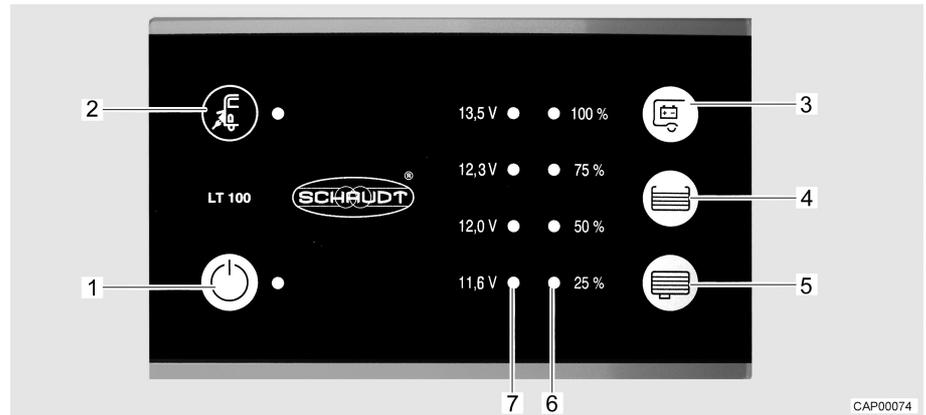

Bild 40 Panel (LT 100)
Die gelbe LED beim Symbol Netzanschluss  (Bild 40,2) leuchtet, wenn das Fahrzeug an eine externe Netzversorgung angeschlossen ist. Die LED leuchtet dann auch bei ausgeschaltetem Panel.
Der 12-V-Hauptschalter (Bild 40,1) schaltet das Panel und die 12-V-Versorgung des Wohnraums ein und aus.
- Schalter "⏻" (Bild 40,1) drücken: Die 12-V-Versorgung des Wohnraums ist eingeschaltet. Die LED leuchtet grün.
- Schalter "⏻" (Bild 40,1) erneut drücken: Die 12-V-Versorgung des Wohnraums ist ausgeschaltet. Die LED erlischt.
Die LED-Skala (Bild 40,7) zeigt die Batteriespannung der Wohnraumbatterie wie folgt an:
- Taste "☰" (Bild 40,3) drücken: Die Batteriespannung der Wohnraumbatterie wird angezeigt.
Die LED-Skala (Bild 40,6) zeigt den Füllstand des Frischwassertanks oder des Abwassertanks an.
- Taste " (Bild 40,4) drücken: Der Füllstand des Frischwassertanks wird durch leuchtende LEDs angezeigt.
- Taste " (Bild 40,5) drücken: Der Füllstand des Abwassertanks wird durch leuchtende LEDs angezeigt.